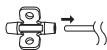

Abbildung 5. Anbringen der V-Flügel-Fixierhülse
17. Die V-Flügel-Fixierhülse auf das spinale Segment aufschieben (Abbildung 5 auf Seite 52) und soweit wie möglich zur Eintrittsstelle in die Faszie vorschieben.